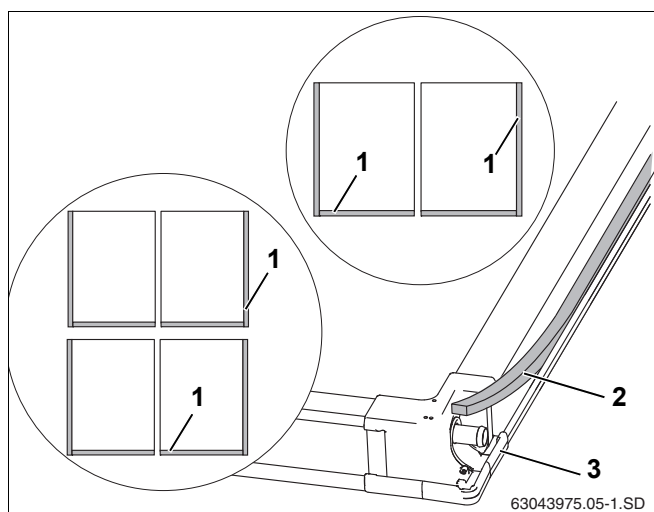

Рис. 23 Задняя сторона коллектора
В местах соединений боковых и нижних накладных листов с коллекторами (рис. 23, поз. 1) должна быть уложена уплотняющая лента.
- ▶ Уложите уплотняющую ленту (рис. 23, поз. 2) клеящей стороной вперед в пазы наружной стороны крайнего коллектора и внизу каждого коллектора (рис. 23, поз. 1) в т.ч. в угловой соединительный элемент (рис. 23, поз. 3).